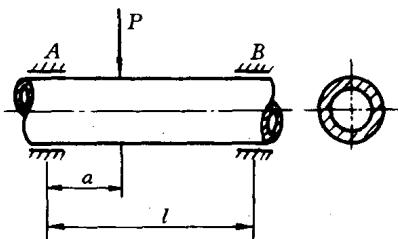

图 1-25
31. 一空心圆轴如图 1-25 所示,  $AB$  两端支承, 长  $l=340 \text{ (mm)}$ ; 在离一端  $a=120 \text{ (mm)}$  处受集中负荷  $P=3920 \text{ (N)}$  的作用。许用弯曲应力  $[\sigma]=98 \text{ (MPa)}$ 。试校核弯曲强度。若不满足强度时, 应如何修改。